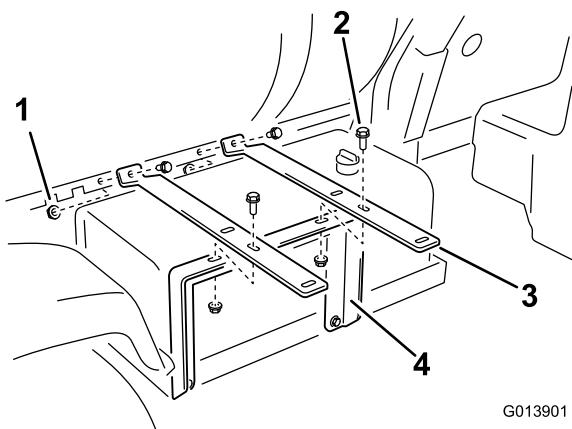

图9
2. 如图9 所示, 用 2 个凸缘头螺栓 (3/8 x 1 英寸) 和 2 个凸缘螺母 (3/8 英寸) 将 2 根软管卷箍带的两端安装在药缸鞍座的孔中。